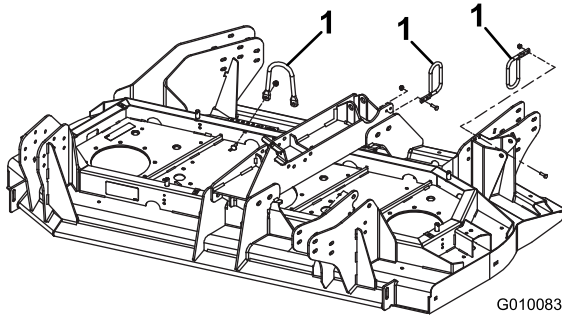

Figure 5
3. Déposez les (3) guides de flexibles du plateau de coupe (Figure 5). Les (2) guides placés directement sur les flexibles peuvent rester en place.
9. Positionnez et fixez les trois (3) guides de flexibles au plateau de coupe (Figure 5).